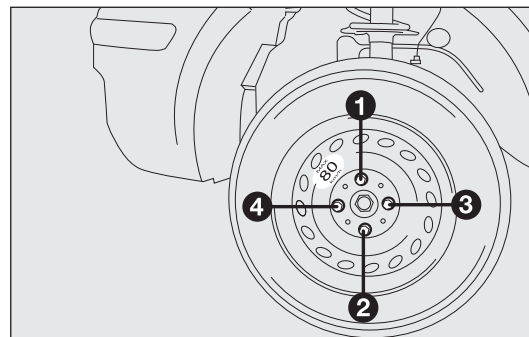

fig. 149
- en se servant de la clé fournie, visser à fond les boulons, en passant alternativement d'un boulon à un autre diamétralement opposé, suivant l'ordre numérique illustré sur la fig. 149 ;